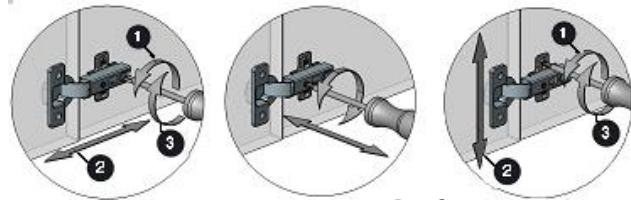

Рис.2
- Регулировка дверей осуществляется при помощи петель в последовательности, согласно нумерации на рис. 2.